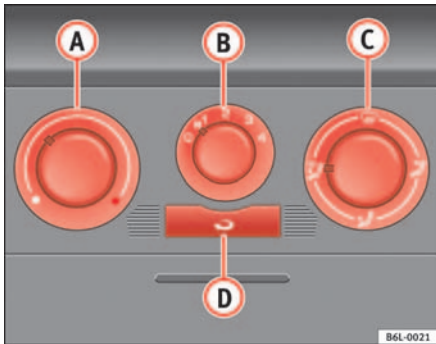

Abb. 91 In der Instrumententafel: Bedienelemente der Heizung
- Drehen Sie den Temperaturregler ⇒ Abb. 91 **A** nach links.
- Drehen Sie den Temperaturregler ⇒ Abb. 91 **A** nach rechts bis zur gewünschten Heizleistung.
- Drehen Sie den Temperaturregler ⇒ Abb. 91 **A** ganz nach rechts auf die höchste Heizleistung.
- Drehen Sie den Temperaturregler ⇒ Seite 125, Abb. 91 **A** in den Heizbereich.